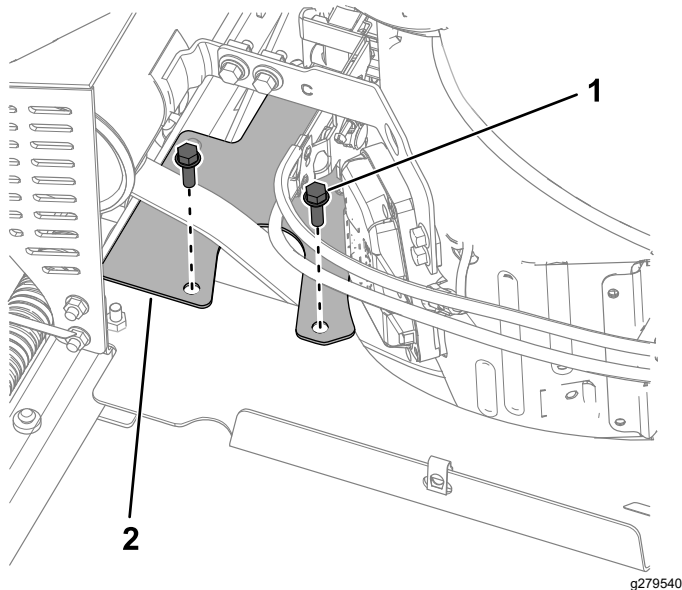

図 31
3. ボルト5/16 x 1"2本とベルトガードを外す 図 31。
- 図 31のようにベルトガードを取り付ける。ボルトを20-25 N·m3.7-4.6 kg.m = 15-18 ft-lbにトルク締めする。